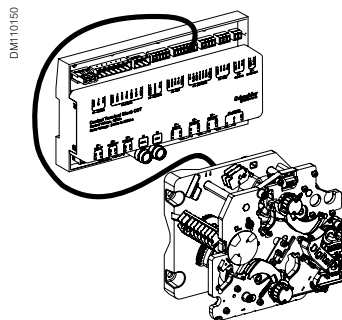

Abb. 1: CTB-Modelle
Die CTB-Auswahl (Abb. 1) ist abhängig von:
- Es sind 6 Modelle gemäß Abb. 1 verfügbar.